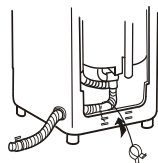

图5
4. 将排水管从另一侧伸出，用排水管架将排水管固定在箱体上，如图5所示。